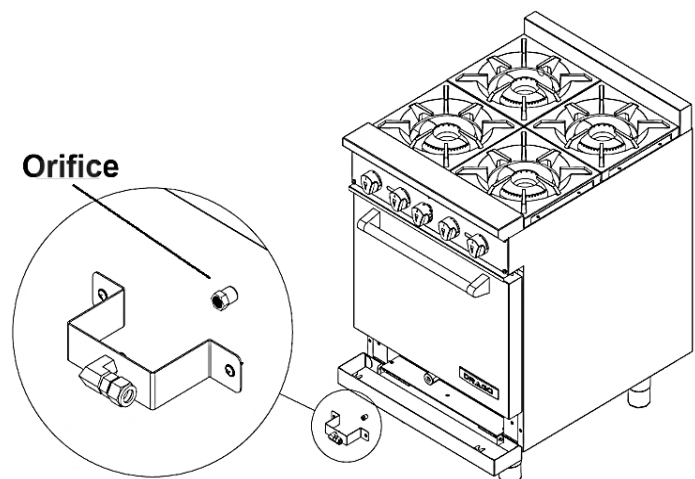

Fig. 4
5. À l'aide d'un tournevis, retirez le support coudé de l'orifice ; A l'aide d'une clé, démontez la buse coudée et remplacez-la par l'orifice du gaz souhaité (Fig.4). Remettez le coude en position en vous assurant que l'orifice s'insère correctement dans le brûleur.